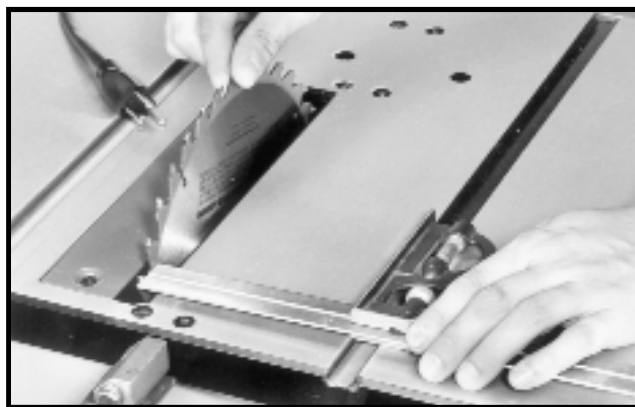

Fig. 42
5. Gire la hoja y verifique el diente de la hoja marcada en la parte posterior de la mesa de la sierra de la misma forma, como se muestra en la Fig. 42.